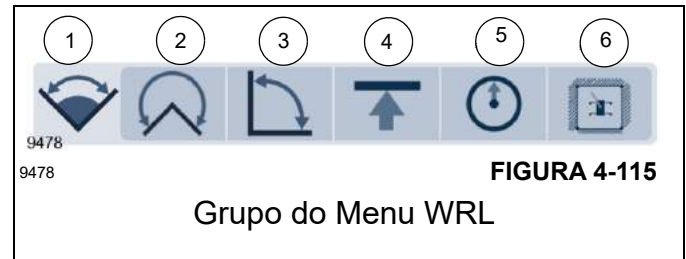

FIGURA 4-115
O Grupo do menu do WRL (1, Figura 4-115) e o sub-menu (2 a 6) permite ao operador definir os limites no local da lança.
As seguintes limitações estão disponíveis no Ícone do Menu WRL (1, Figura 4-115), como observado abaixo. O número ao lado da limitação indica o Ícone de limitação do menu que reflete esse grupo, como mostrado na Figura 4-115.
Quando uma limitação estiver ativa e a lança tiver atingido a posição de limite solicitada, o ODM mostrará um indicador de alerta vermelho para a limitação, novamente com um símbolo para o determinado tipo de limitação (consulte Figura 4-115 para saber os ícones do Menu do WRL). Nessa condição, os alarmes sonoros, bem como a parada das funções do guindaste (se for utilizada a função de Bloqueio) também serão perceptíveis. Por exemplo, para essa condição, o seguinte ícone vermelho (mostrado abaixo) apareceria para a limitação de giro:
O Grupo do WRL é composto por cinco (5) ícones de Função do WRL. Para ativar e definir uma limitação, acesse o ícone da função relacionado do WRL no Grupo do WRL (Figura 4-115).
Para acessar a tela do Ícone de função do WRL, a função de Menu é usada com o mostrador. Assim que a tela do Menu principal é exibida, as limitações do WRL são exibidas como um grupo, e uma das limitações pode então ser selecionada para se trabalhar com essa tela de limitação. Para mover até o ícone que deseja selecionar, utilize as teclas de seta na Placa de controle de navegação ou o Botão rotativo para mover para o Ícone de função correspondente no qual deseja definir a limitação, como mostrado na Figura 4-115.
Se a Limitação de altura da lança for selecionada no menu das Limitações do WRL, a Tela da limitação de altura da lança será exibida (4, Figura 4-115).